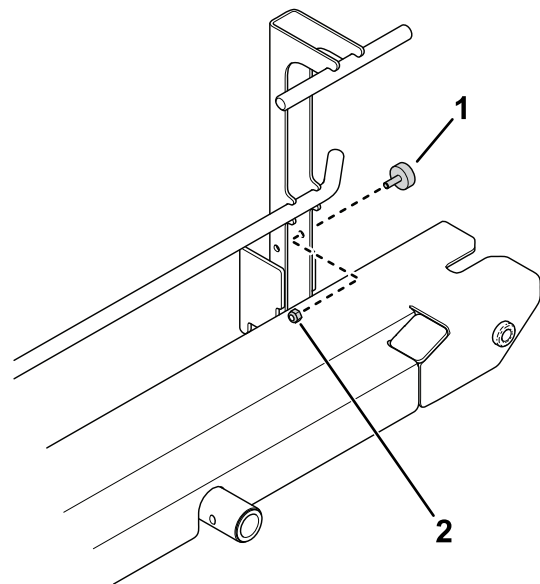

**Figura 10**
2. Utilizzate 10 bulloni (5/16" x 3/4") e 10 dadi autobloccanti (5/16") per fissare la piastra di guida al gruppo rampa (Figura 10).